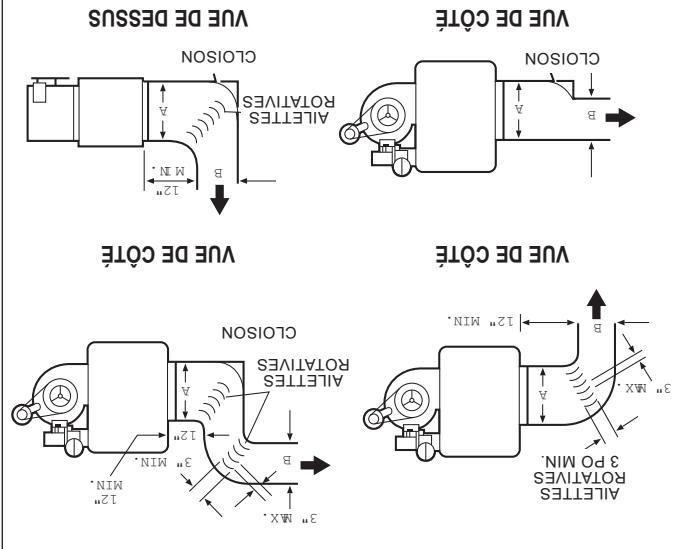

Figure 13.1 - Recommandations pour l'installation de gaines
2. Fournissez des panneaux d'accès à tous les gaines côté aval de l'appareil de chauffage. Ces ouvertures doivent être assez grandes pour permettre de voir derrière l'ensemble de chaufferie à l'intérieur de l'appareil. Utilisez les ailettes rotatives en cas de besoin. (Voir la figure 13.1.)
1. Assurez une distribution d'air uniforme sur l'échangeur thermique. Utilisez des gaines de filtres dans la figure 13.1. Lorsque vous installez des appareils à soufflante avec des gaines, vous devrez procéder comme suit.
7. Pour l'empilement de la boîte de dérivation électrique, reportez-vous à la figure 13.1.